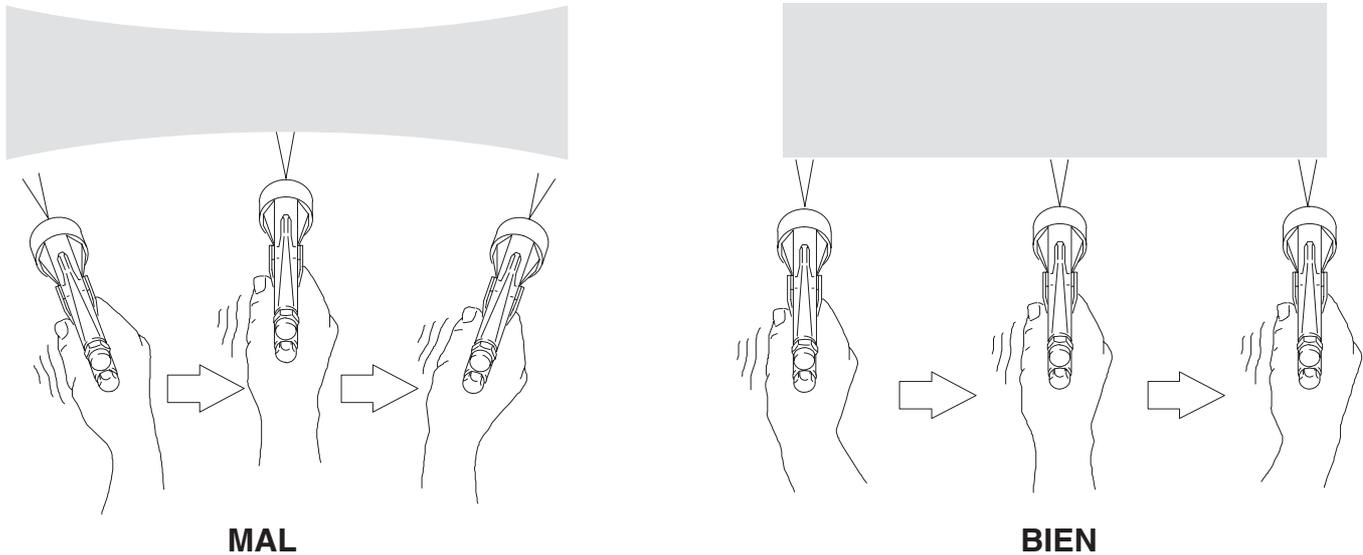

Fig. 7
Toujours tenir le pistolet perpendiculairement à la surface. Ne pas déplacer le pistolet suivant un arc de cercle, sinon l'épaisseur de couche risquerait de ne pas être uniforme. Voir Fig. 7.
1. Pour obtenir de bons résultats, conserver le pistolet perpendiculairement à la surface à traiter et maintenir un écartement constant d'environ 200 à 300 mm par rapport à l'objet à traiter. Voir Fig. 7.